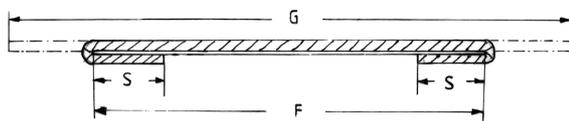

Abb. 1: Tau auf Blech.
- Dann werden beide Schlaufenenden um ein 0,5mm-Blech geknickt (Abb. 1).